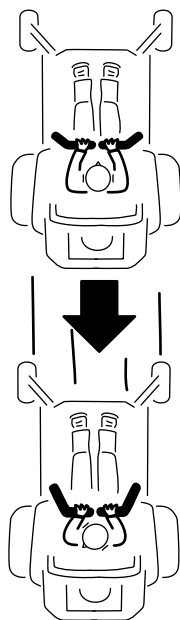

Figura 22
- 2. Para ir hacia atrás, tire lentamente de las palancas de control de movimiento hacia atrás (Figura 22).